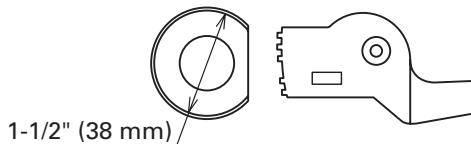

Fig. 27
(3) Juego de rodillo central (D 38)(Fig. 27) (Nº de código 321445)